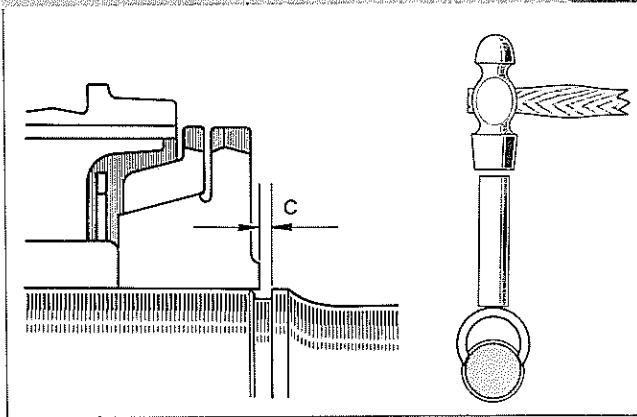

図7-80 スナツプ リング選択
- 1 選択要領は図7-80 C寸法部にスナツプ
- 2 スナツプ リングは図7-80のように